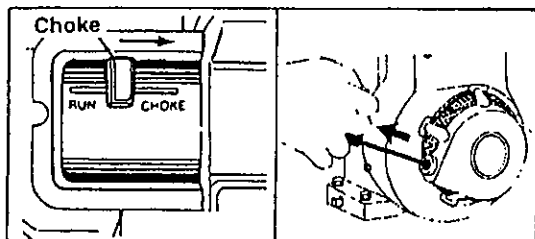

FIGURE 6
Elle se trouve en avant du panneau du guidon. Voir la figure 6. Tirez la poignée vers l'arrière pour faire tourner les dents en marche arrière. Lâchez la poignée pour les arrêter.
2. Vérifiez que la poignée d'embrayage de la marche avant se trouve au point mort (ralâchée). Voir la figure 6.
3. Placez la commande de l'obturateur à la position «FAST» (Rapide). Voir la figure 6.
5. Tirez lentement sur la poignée du démarreur (voir la figure 6) jusqu'à ce que le moteur atteigne le cycle de compression. (Une légère résistance se fait sentir à ce moment.) Laissez la corde revenir lentement.
1. Placez la manette de la commande de l'obturateur à la position «STOP» (Arrêt). Voir la figure 6.